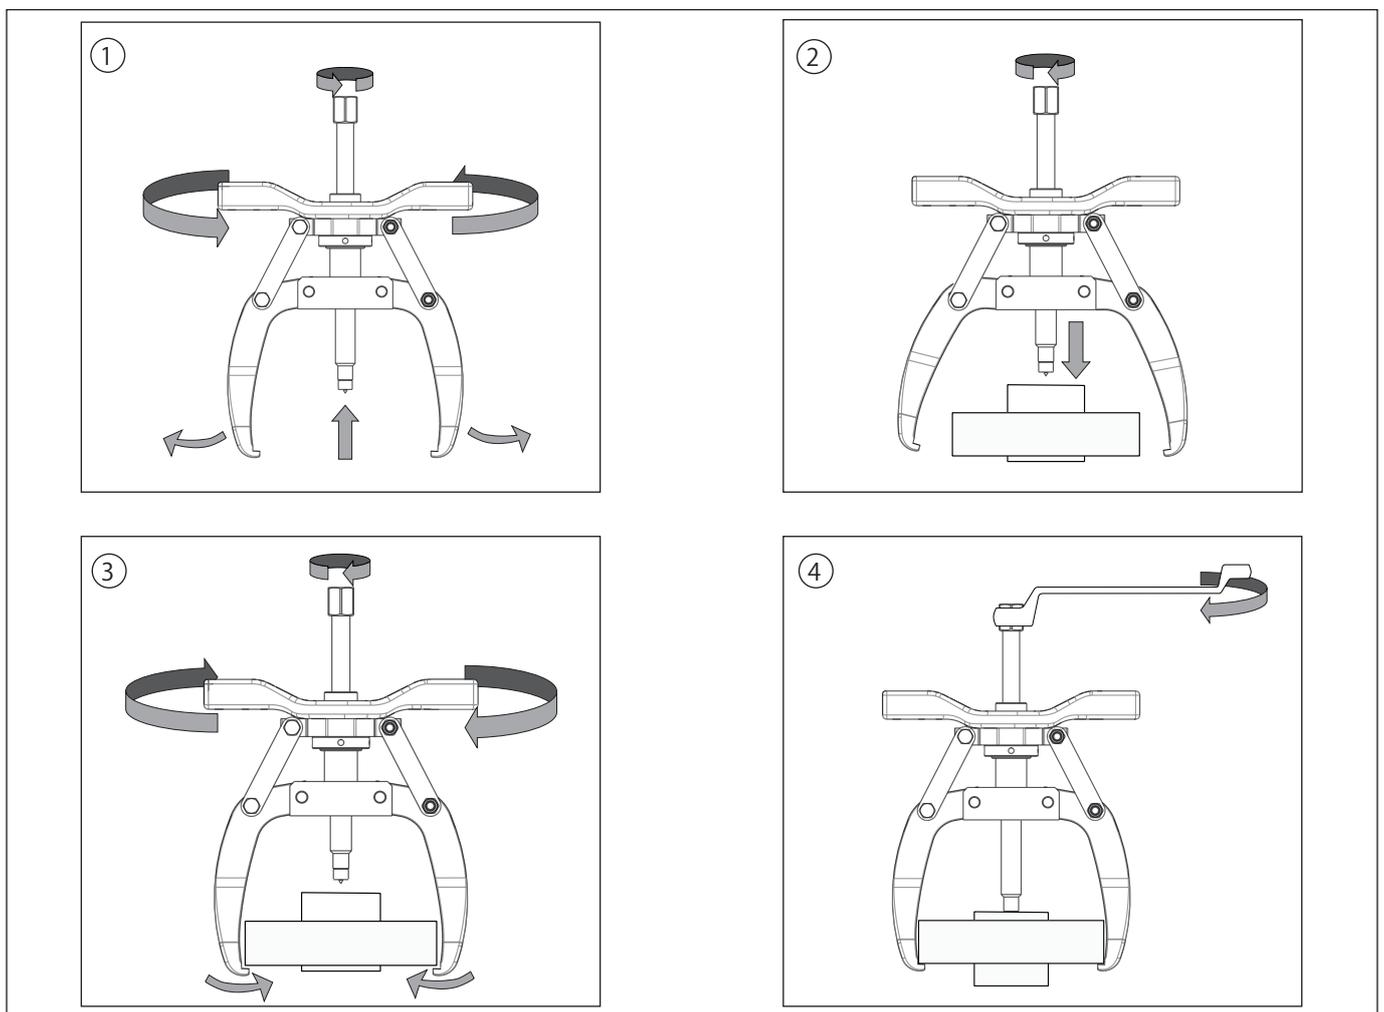

図3: プーラーの設置手順
1. スピンドルを回してスピンドルの高さを上下に調整します。ハンドルを回してジョーの開閉量を調整します。ジョーを開き、スピンドルを十分に格納して作業片の上から置きます。以下の手順では、図3の1~4を参照してください。